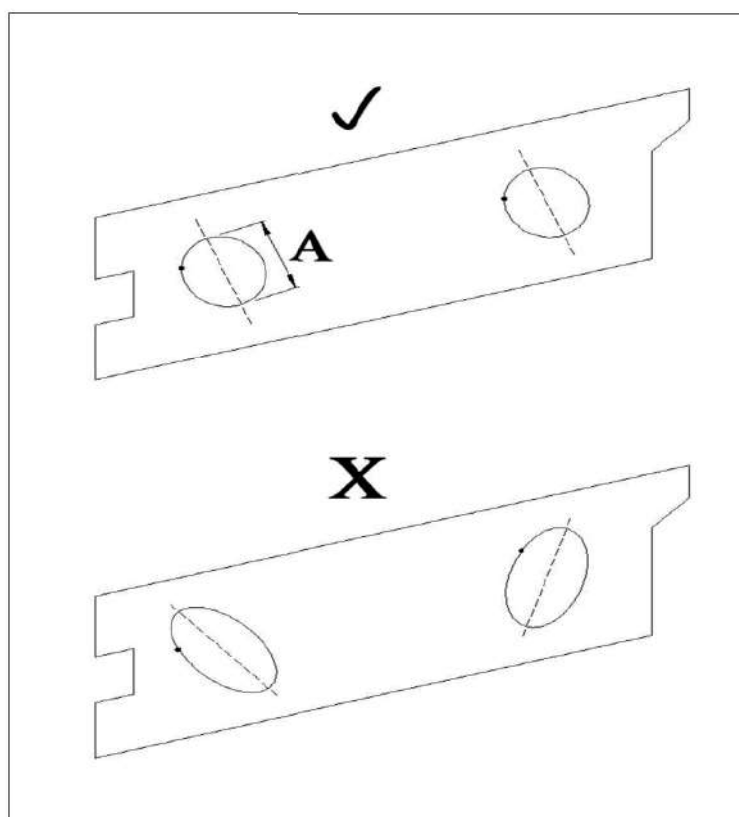

Figure 6.23 - De zeef afstellen
3. Als de bak goed afgestemd is, zal de punt op elke hoek een klein ovaal vormen, zie afbeelding 6.23.
4. Als de bak niet goed afgestemd is, zullen 2 of meer hoeken een groot ovaal vormen, zie afbeelding 6.23.
Oorzaken voor de storing worden weergegeven op afbeelding 6.23.